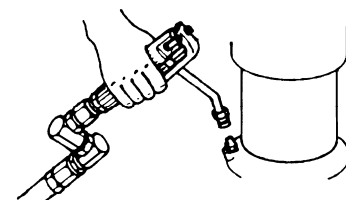

Fig. 7
- 5) 給脂作業終了後は必ず供給エアを切り、ポンプ・ホース内の圧力を抜いておいてください。(Fig. 7)